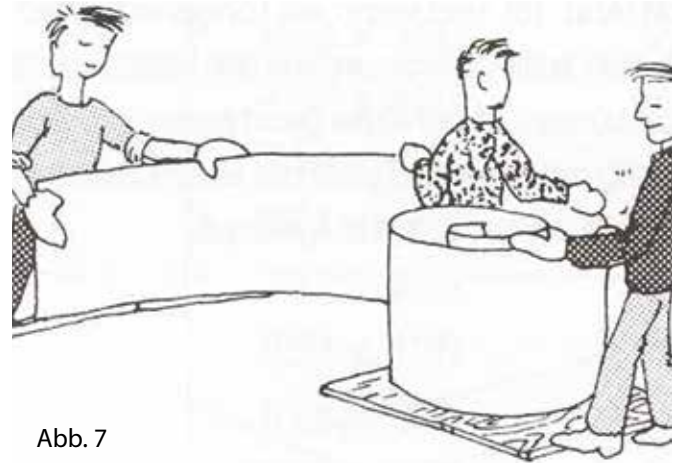

Abb. 7
**Achtung:** Die Stahlwand ist unter Spannung gewickelt. Vorsicht beim Öffnen! Wenn nun die Stahlwand langsam ausgerollt und in die Bodenschiene gesteckt wird, ist darauf zu achten, dass die beschichtete Seite nach außen zeigt (Abb. 7). Um die Arbeit zu erleichtern, kann man einige der Handlaufsegmente auf den Blechmantel stecken, um ihn provisorisch zu stützen. Achtung: Tragen Sie während des Hantierens mit dem Stahlmantel Arbeitshandschuhe, um Verletzungen zu vermeiden!